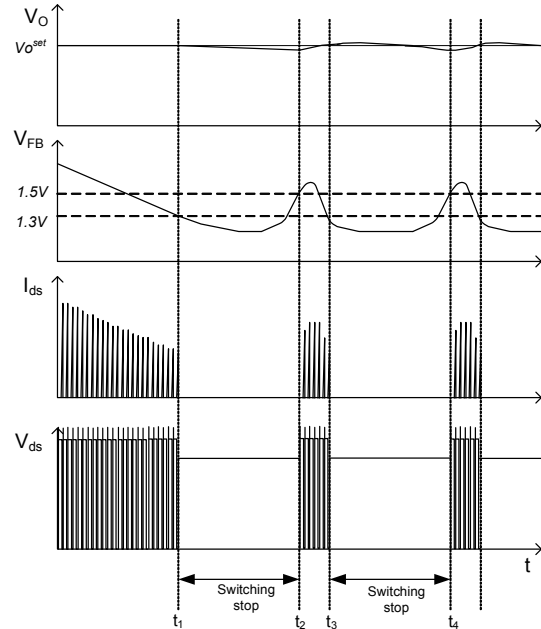

图 25. 间歇模式操作
**6. 间歇操作：**为最大程度地降低待机模式下的功耗，FSFA2100 会进入间歇模式。随着负载降低，反馈电压也会降低。如图 25 所示，反馈电压降至  $V_{BL}$  (1.3 V) 以下时，器件自动进入间歇模式。此时，开关操作将停止，输出电压开始降低，降低的速率取决于待机电流负载。这会导致反馈电压上升。一旦通过  $V_{BH}$  (1.5 V)，开关操作即恢复。反馈电压然后又降低，接着重复上述过程。间歇模式操作会交替使能和禁用 MOSFET 的开关操作，并降低待机模式下的开关损耗。